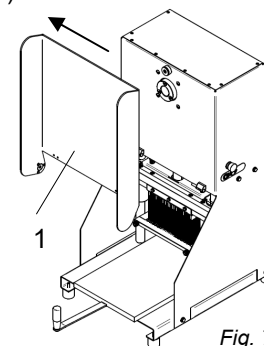

Fig. 7.2.1
7.3.1 Rimozione copertura in plexiglass (Fig. 7.2.1)
#### 7.3.1 - Rimozione copertura in plexiglass (Fig. 7.2.1)